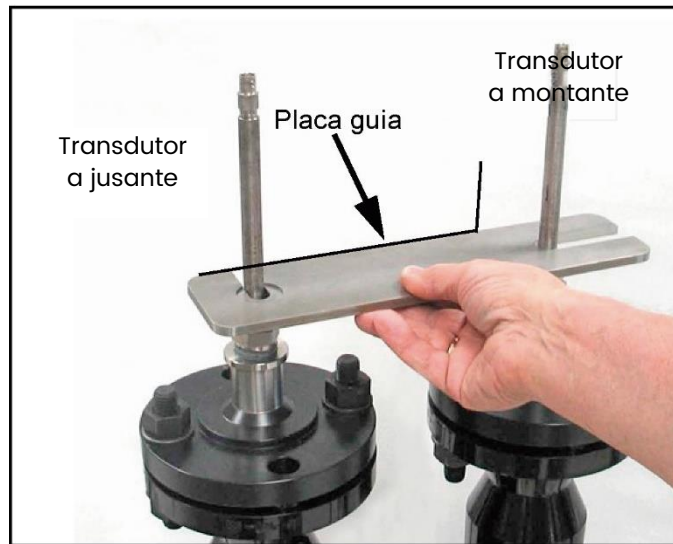

Figura 9: Instalação da placa guia
- Deslize o slot final da placa guia em torno do transdutor a montante e gire a placa até o slot lateral estar em torno do transdutor a jusante (veja a Figura 9 abaixo). Em seguida, alinhe a marca do cilindro do transdutor a montante com a marca da placa guia. Aperte moderadamente os parafusos de flange do cilindro a montante para manter o alinhamento.